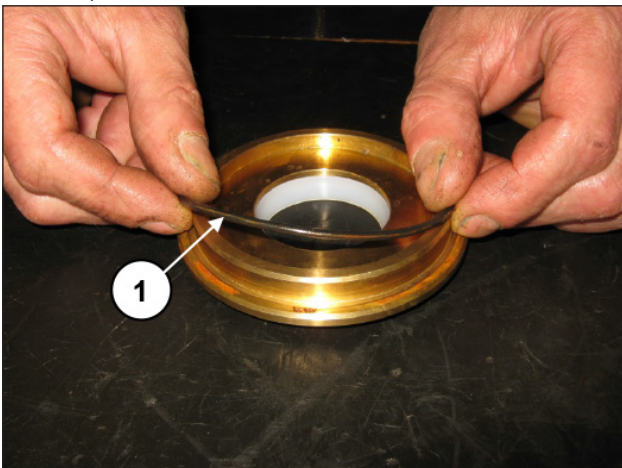

Abb. 122
Setzen Sie den O-Ring auf den Abstreifring-Halter (Pos. ①, Abb. 122).